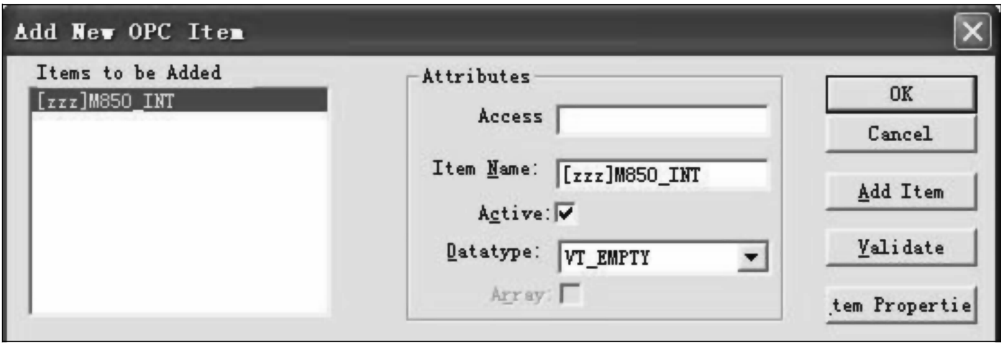

图 9-57 添加新的项目
4) 单击“Item →Add New OPC Item”，然后在“Item Name”中输入项目名称“ [zzz] M850 _INT”，如图 9-57 所示。